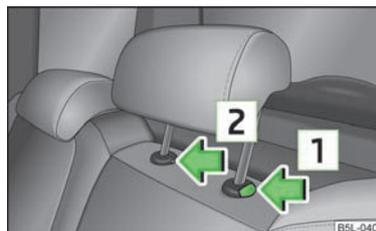

Fig. 47
- Poussez le verrouillage dans le sens de la flèche [1] » fig. 47, poussez en même temps le verrouillage dans l'ouverture [2] au moyen d'un tournevis plat d'une largeur de 5 mm max. et sortez l'appuie-tête.